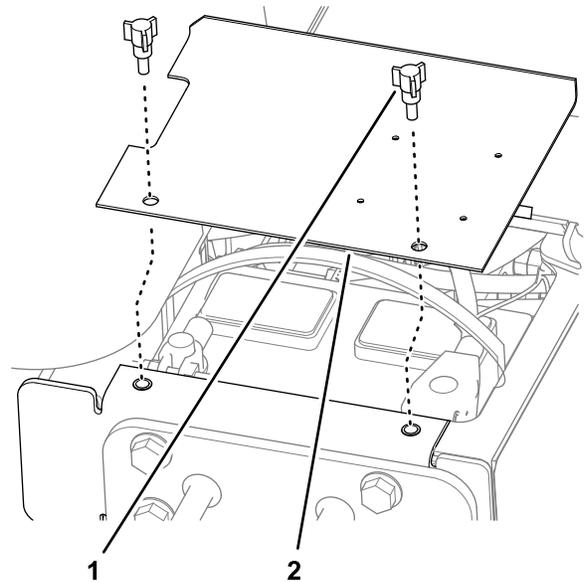

図 2
1. 外側バッテリーカバーをマシンのフレームに固定しているノブ2個をゆるめてカバーを外す 図 2。